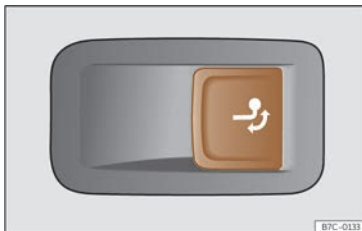

Fig. 176 Sur le côté droit du coffre à bagages : touche pour déverrouiller le crochet d'attelage.
- Tirez la touche >>> fig. 176 brièvement. Le crochet d'attelage se déverrouille électriquement et tourne automatiquement vers l'extérieur. Le témoin de la touche clignote.
- Tirez la touche >>> fig. 176 brièvement. Le crochet d'attelage se déverrouille électriquement.
- N'appuyez jamais sur la touche >>> fig. 176 lorsqu'une remorque est accrochée ou qu'un porte-bagages ou d'autres accessoires sont montés sur l'attelage.